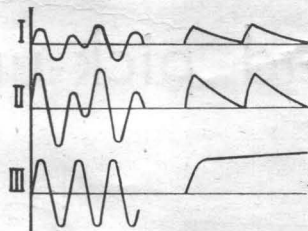

Fig. 2.
Fig. 2 visar schematiskt hur återkopplingen verkar. Kurvan I föreställer en högfrekvent svängning, modulerad med en lågfrekvent talström och mottagen med en apparat *utan* återkoppling. T. h. synes motsvarande telefonström, vilken har relativt små amplituder. Använder man däremot en apparat med återkoppling, så ökas amplituderna avsevärt, och detta är liktydigt med att även ljudstyrkan blir större (II). Göres återkopplingen mycket fast, så alstrar röret mera energi än vad som åtgår för att täcka förlusterna, och härigenom råkar det i svängning. Det arbetar således som sändare och utstrålar högfrekvent energi genom antennen. Man kan då inte längre uppfatta signalerna från sändaren utan hör i stället en ton, vars höjd varierar med avstämningen. Det är det bekanta återkopplingstjutet, som uppstår till följd av interferens mellan de över antennen inkommande impulserna och de i detektorn alstrade högfrekventa svängningarna (III). En radiomottagare som "svänger" är som bekant obrukbar för mottagning av modulerade högfrekventa svängningar och dessutom stör den grannarnas mottagning inom en ganska vidsträckt rayon. Därför